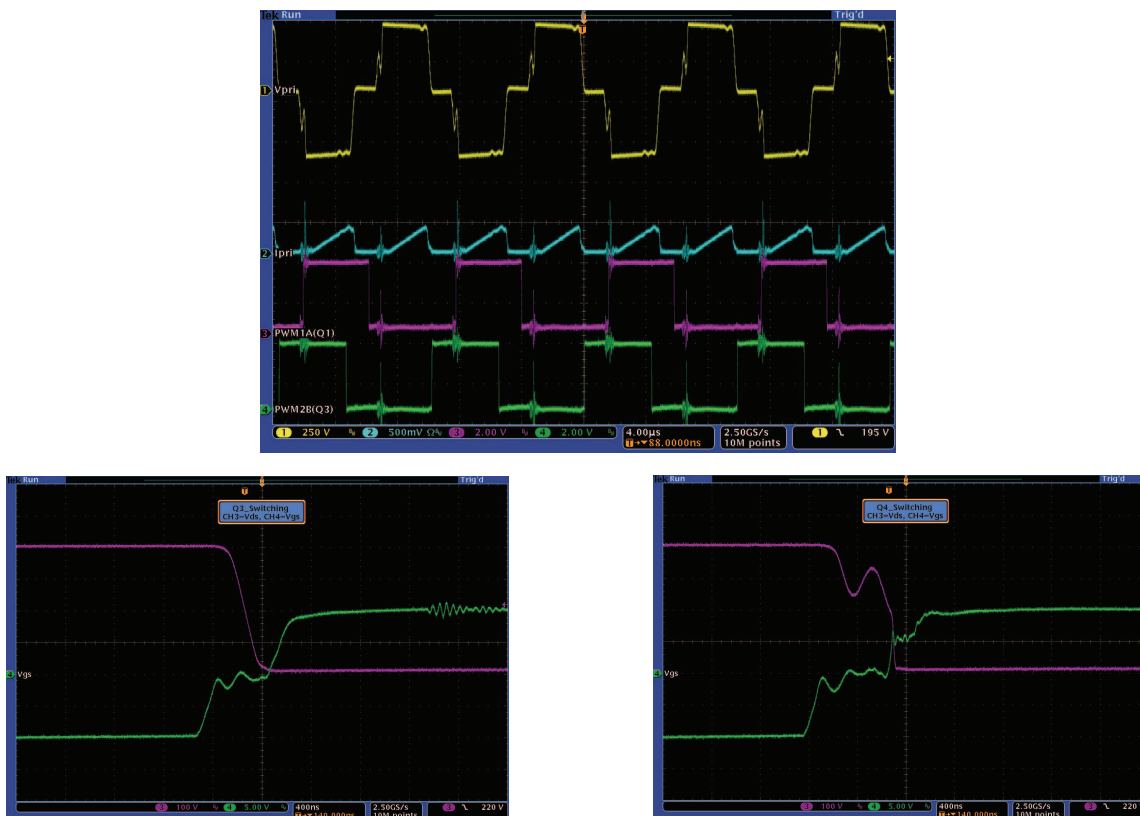

图 23. 变压器初级电压、初级感测电流以及驱动两个对角相对开关 (Q1 和 Q3) 的 PWM 波形
6. 图 23 显示了在上面已描述的情况下可见的变压器初级电压、初级感测电流以及驱动两个对角相对开关 (Q1 和 Q3) 的 PWM 波形。还显示了这些情况下开关 Q3 的 ZVS 切换以及开关 Q4 的 LVS 切换。